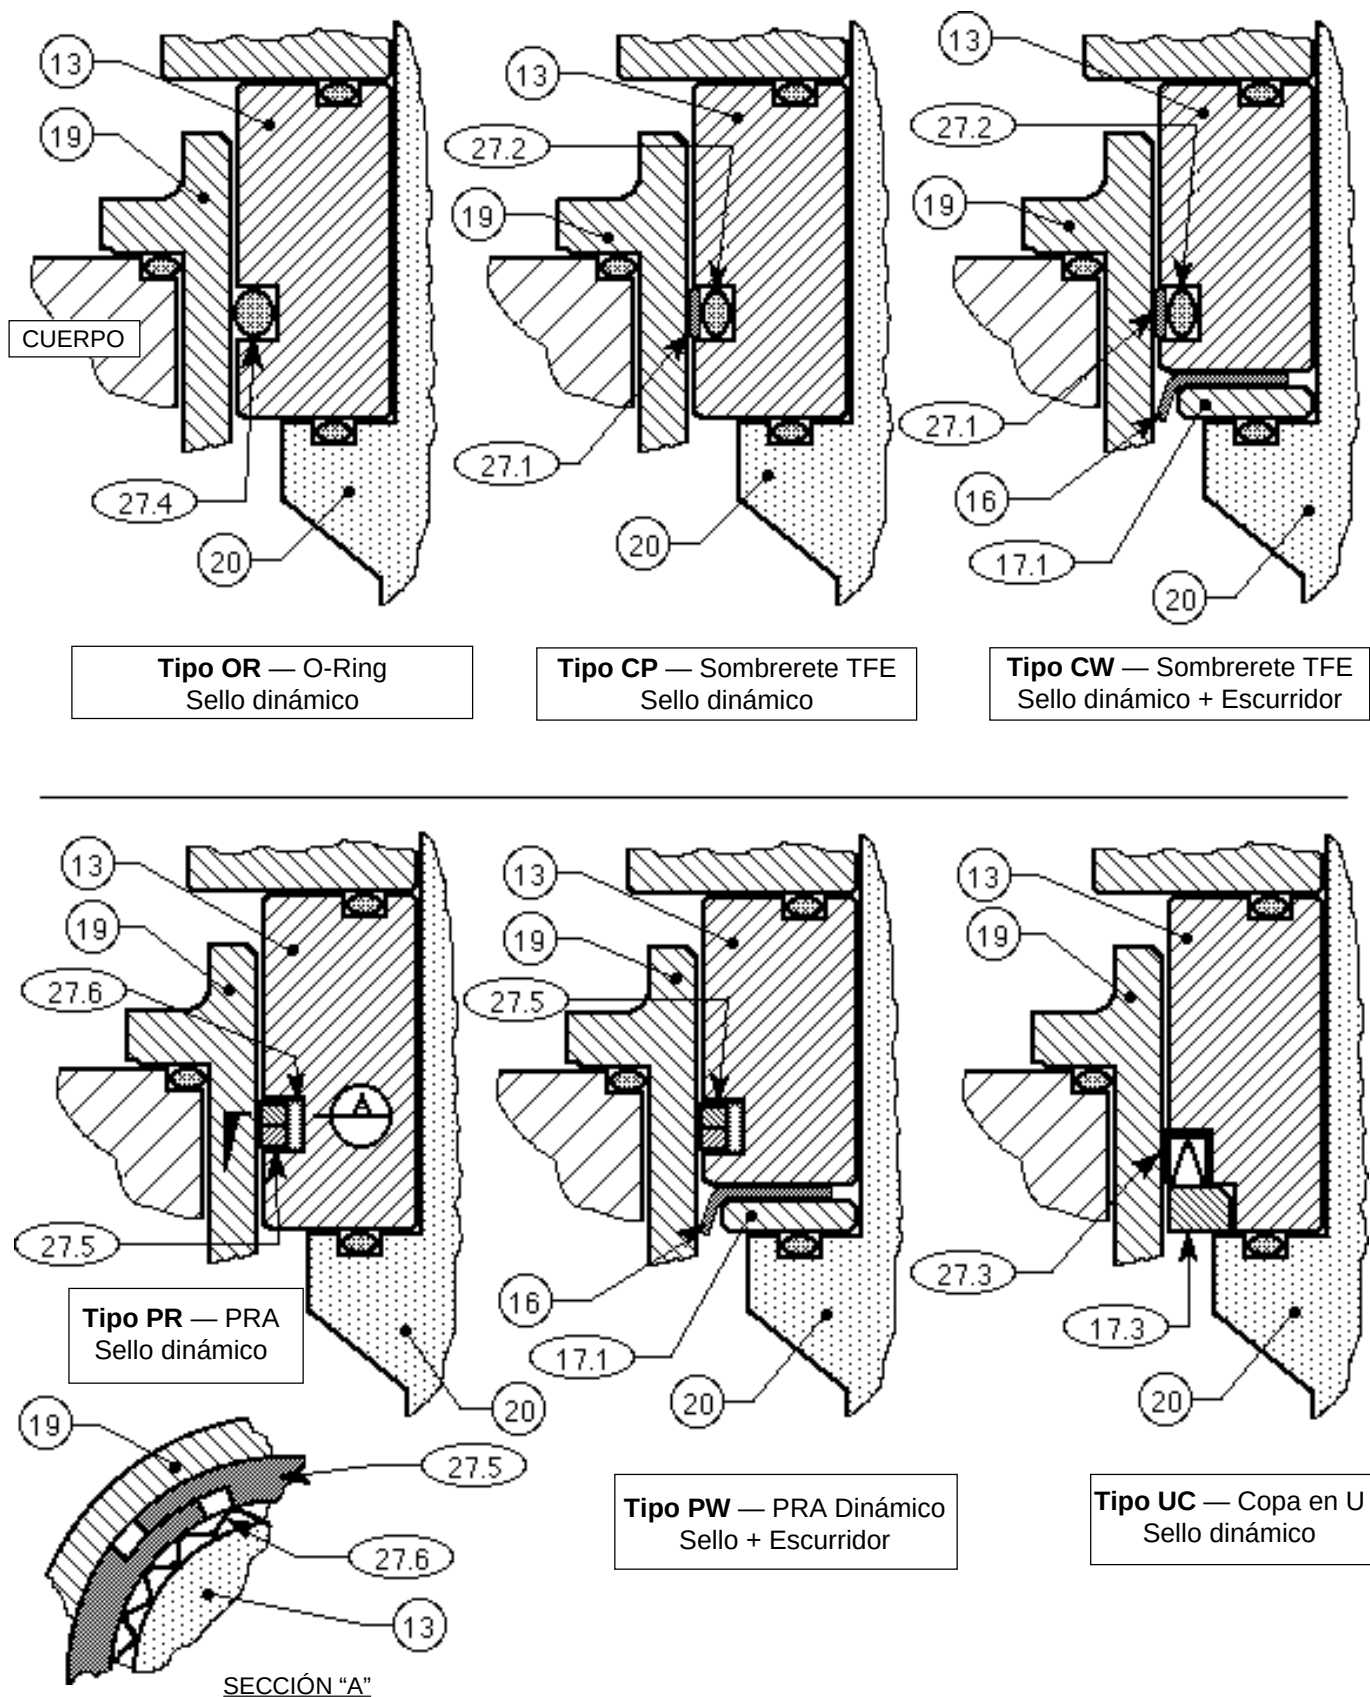
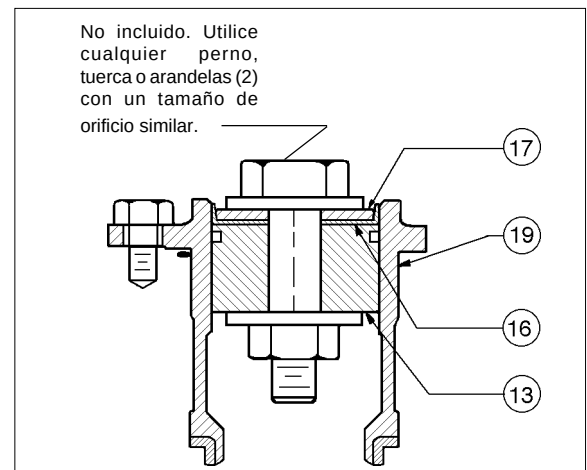

Figura 1: Sellos del lado dinámico
Figura 4
En la Figura 1, en la próxima página, se puede observar una vista detallada de las piezas de sello del lado dinámico.
1. Al reemplazar el sello del escurridor opcional (16), el sello del escurridor de reemplazo (16) está "preformado". Sin embargo, será necesario realizar reformas. Puede reformar el sello del escurridor (16) presionando las piezas de armado transitorio en la jaula (19) hacia atrás, tal como se muestra en la Figura 4. Se debe dejar el sello del escurridor (16) como mínimo dos (2) horas en esa posición, pero lo ideal es dejarlo de un día para otro antes de volver a armarlo.
2. Después de dar forma al sello del escurridor, retire las piezas (13, 16, 17) de la jaula (19) y desarme el conjunto transitorio mencionado en el Paso 1.
3. Instalación del sello del lado dinámico (27) (Consulte la Figura 1).